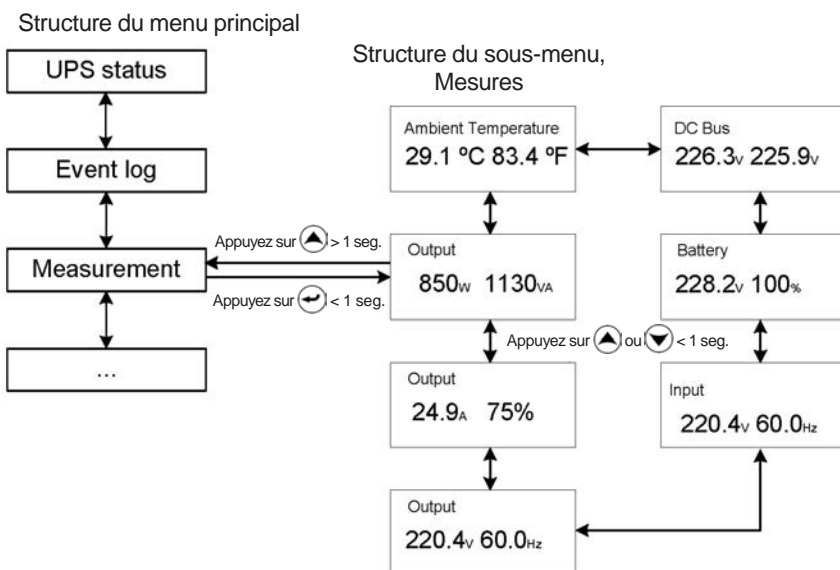

Fig. 33. Écrans, sous-menu Mesures.
- Lors d'appuyer sur la touche pendant moins de 1 seg., dès le sous-menu "Measurement", on accède à la structure de mesures (voir la figure 33).